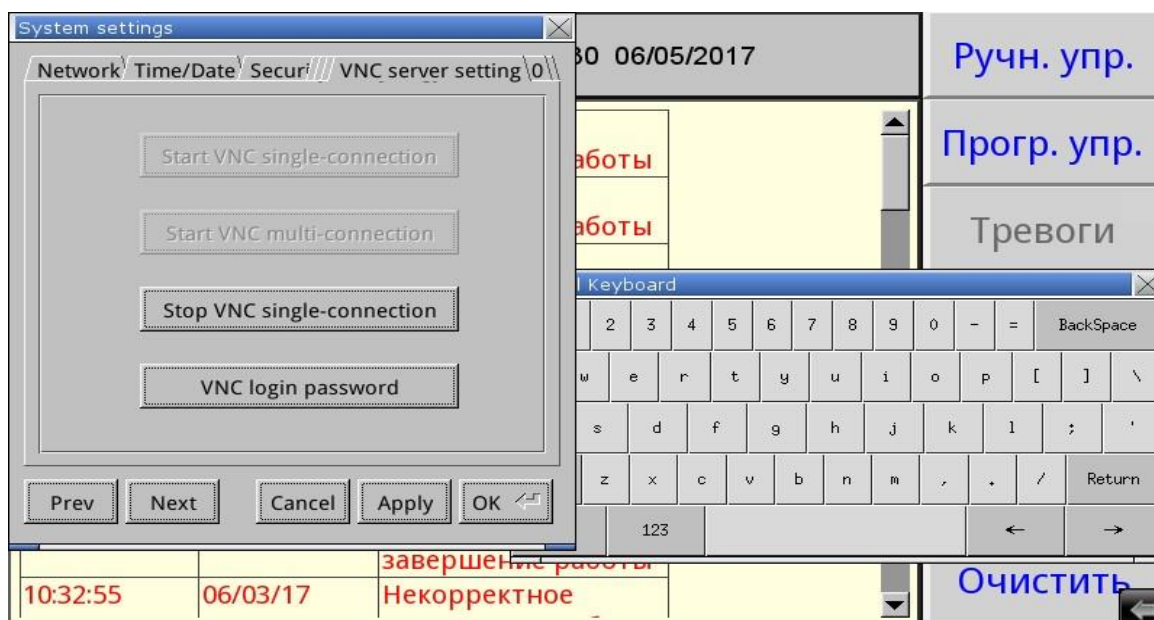

Рисунок 2 – Вкладка системных настроек с текущим состоянием VNC – сервера
3. Во вкладке «VNC server setting» системных настроек убедиться, что запущен VNC-сервер в режиме одного/нескольких подключений (single-connection/multi-connection) (см. рисунок 2). Запуск/остановка осуществляется нажатием на кнопки «Start»/«Stop» соответственно.